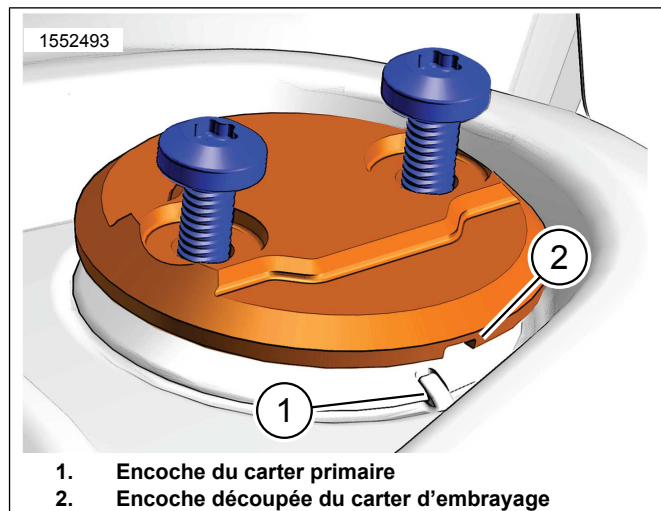

Figure 2. Fonctionnalité d'orientation
- a. Voir la Figure 2. Montez le médaillon du carter d'embrayage (1).
2. Fixez-le à l'aide de vis (2). Serrer.